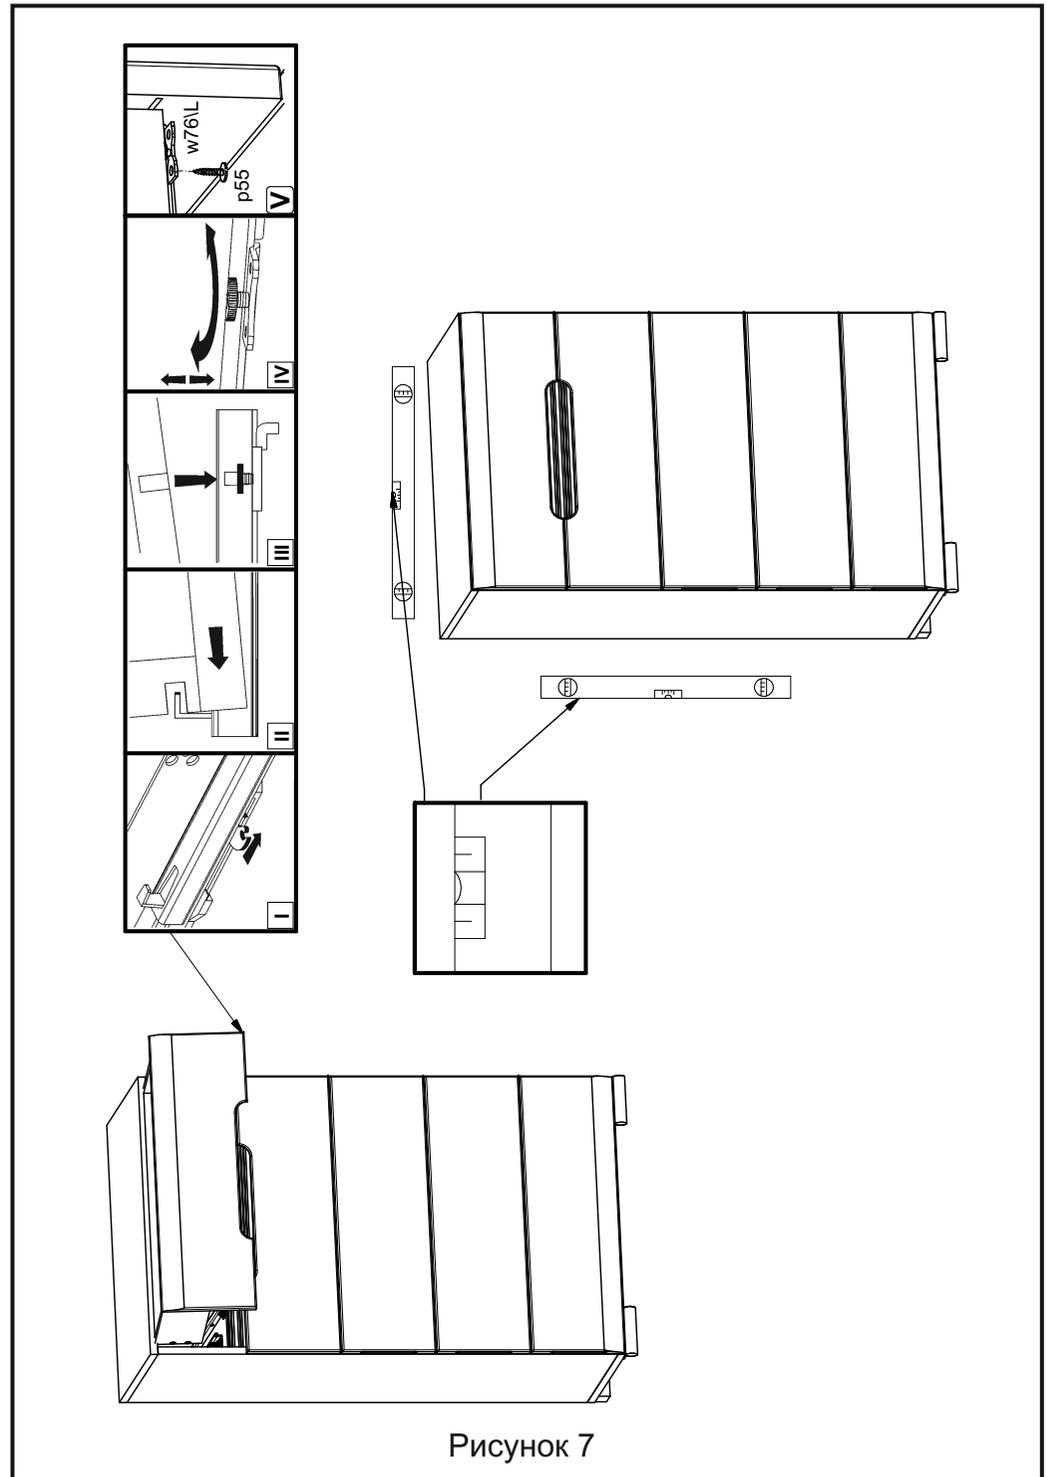

Рисунок 7
4.17. Установить ящики на направляющие w76L и w76P. Закрепить ящики на направляющих при помощи шурупов p55 (см. рис. 7).